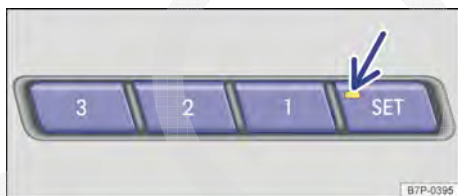

Fig. 108 Na região superior do revestimento da porta do condutor e do passageiro dianteiro: botões de memória dos ajustes do banco.
- Pressionar o botão  → Fig. 108 até que o LED se acenda (seta).
- Dentro de aproximadamente 10 segundos, pressionar o botão da memória ,  ou  → Fig. 108. O LED se apaga em um sinal de gongo confirma a gravação.
- Pressionar o botão  → Fig. 108, até que o LED se acenda (seta).
- Pressionar o botão da memória desejado ,  ou  → Fig. 108 brevemente na porta do condutor.
- Pressionar novamente o botão **SET** → Fig. 108 dentro de aproximadamente 10 segundos.
- Ajustar novamente a posição do banco dentro de aproximadamente 10 segundos após o acionamento do botão **SET** → Fig. 108.
- Com a porta do condutor *aberta* e a ignição *desligada*, as posições salvas podem ser acessadas e automaticamente ativadas. Para isso, tocar o botão da memória desejado **1**, **2** ou **3** → Fig. 108 *brevemente* na respectiva porta do veículo. Após aproximadamente 10 minutos, as posições salvas *não* podem mais ser ativadas automaticamente.
- Manter o botão **SET** → Fig. 108 pressionado.